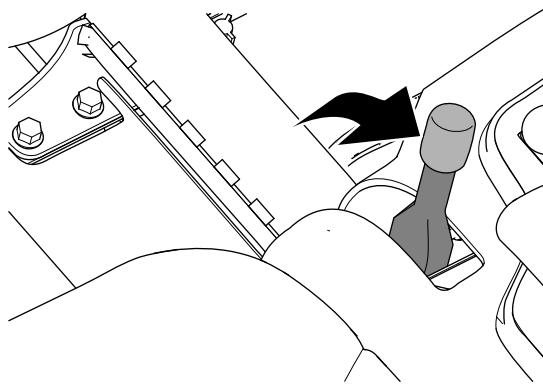

Figura 33
2. Inserite il freno di stazionamento (Figura 33).